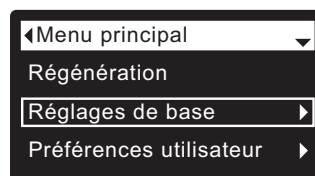

FIG. 36
1. À partir d'un écran d'état dynamique, appuyez sur le sélecteur (O) pour afficher le **Menu principal**.
2. Appuyez sur le bouton BAS (▼) pour faire défiler les options du menu et mettre en encadré **Réglages de base** (cf. Figure 36).